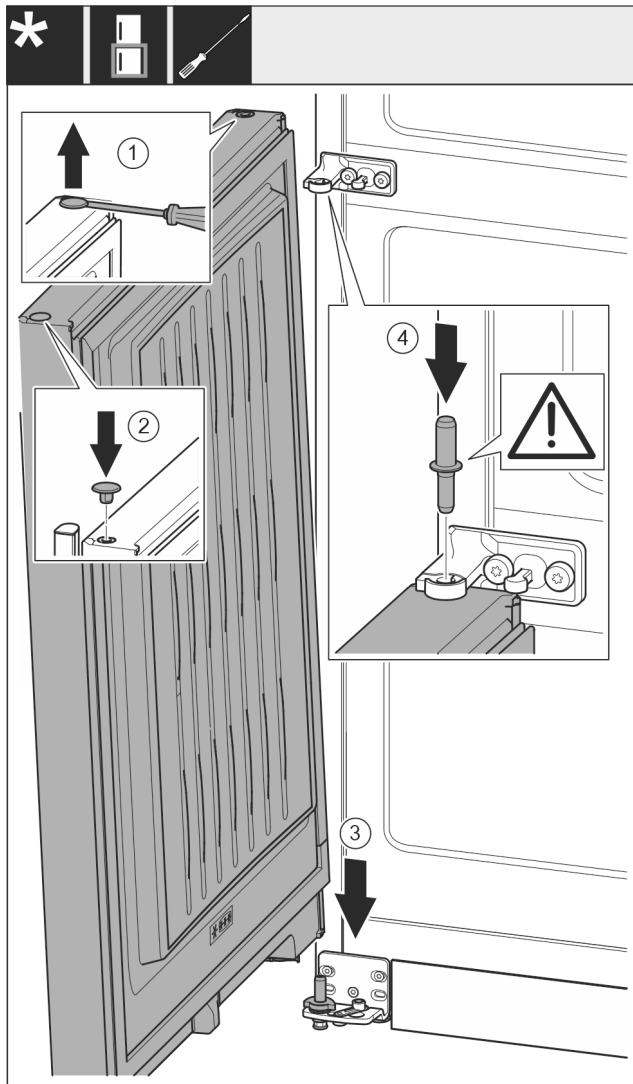

Fig. 51
- Soulever et retirer avec précaution les caches Fig. 51 (1) avec un tournevis plat.
- Replacer les caches Fig. 51 (2) de l'autre côté de la porte.
- Placer la porte Fig. 51 (3) depuis le haut sur l'axe de palier inférieur.
- Insérer l'axe de palier central Fig. 51 (4) dans le support de palier central de la porte inférieure. Veiller à ce que l'ergot soit orienté vers l'arrière.